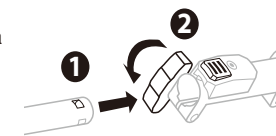

Fig.2B
3. Alinee el orificio de instalación del eje del accesorio con la flecha del eje del cabezal eléctrico y empuje el eje del accesorio en el eje del cabezal eléctrico hasta que oiga un “clic”, lo que significa que el eje de fijación está montado en su sitio. (Fig.2B, 1)
5. Apriete firmemente la perilla mariposa. (Fig.2B, 2)